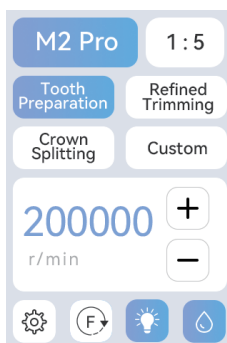

Figura 8
5.2 Tras encender el módulo de accionamiento, la pantalla se ilumina y entra en la interfaz de control principal (como se muestra en la figura 8).